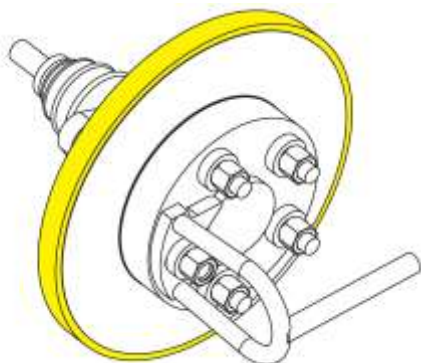

Fig. 61
6. Togliere l'anello elastico dal disco del freno, fig. 61.